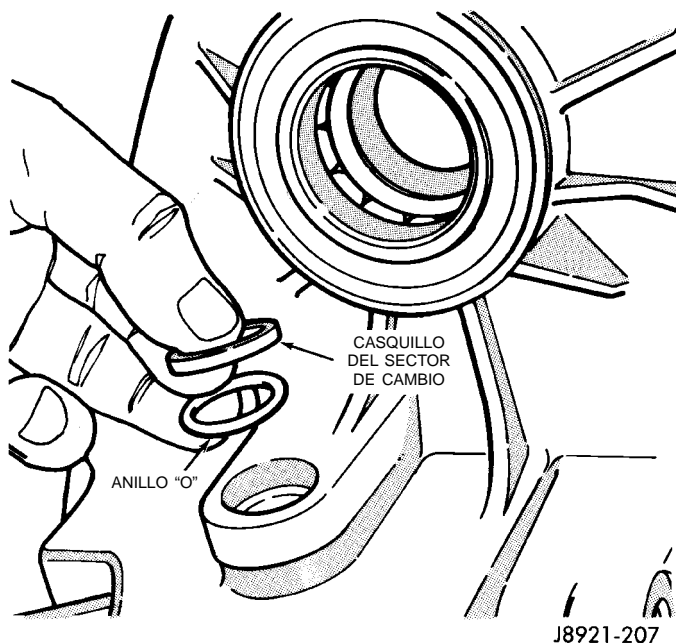

Fig. 33 Desmontaje del casquillo y anillo "O" del sector de cambio
(6) Retire el casquillo y anillo "O" del sector de cambio (Fig. 33).